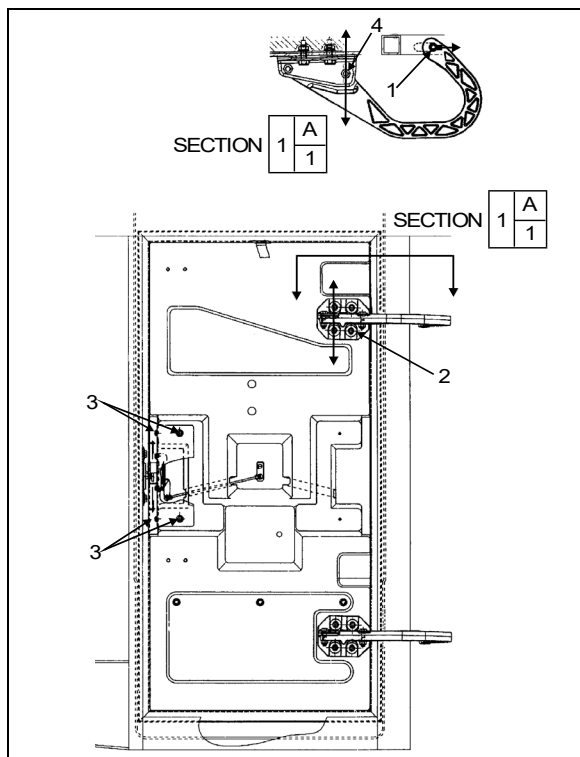

FIGURE 82 : PORTE DU COMPARTIMENT PRINCIPAL D'ALIMENTATION18199
1. Desserrer l'écrou (1, Figure 82).
3. Serrer l'écrou (1, Figure 82).
4. Desserrer l'écrou (4, Figure 82).
7. Desserrer les vis (2, Figure 82). Les vis permettent de déplacer la porte vers le haut ou le bas.